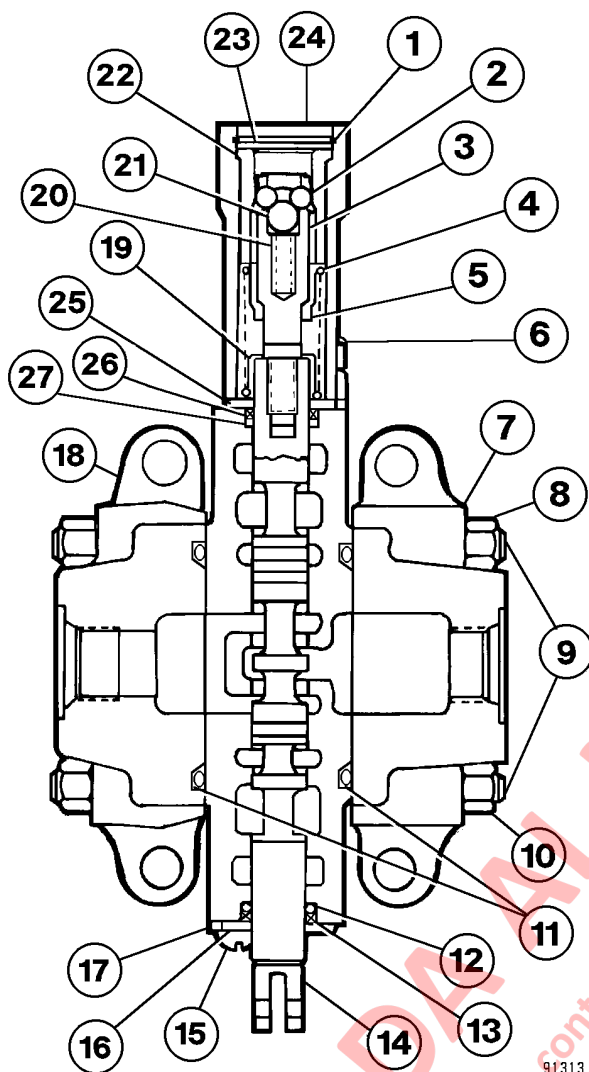
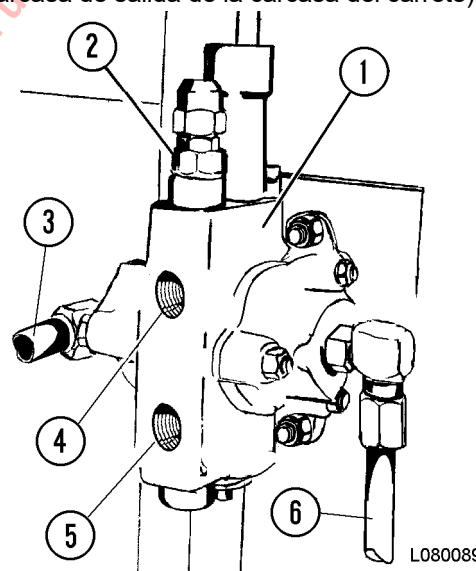

FIGURA 8-13. VÁLVULA PILOTO DE ELEVACIÓN
FIGURA 8-14. VÁLVULA DE ALIVIO
2. Retire el tornillo pulido (15, Figura 8-13), la placa del sello (16), el raspador (13) y el O-ring (12).
3. Retire el anillo de retención (1), los tornillos (6), la tapa (24), el espaciador (23) y la camisa de tope (22). Las bolas de tope (2) y (21) caerán libremente cuando se saque la tapa y la camisa de tope. Separe la tapa (24), el espaciador (23) y la camisa de tope (22), ya que se necesitarán para reensamblar.
4. Deslice cuidadosamente el carrete (14) de su carcasa (17). Desmonte el retenedor del sello (25), el raspador (26) y el O-ring (27) del carrete.
5. Inserte un vástago en los agujeros cruzados del pasador de tope (3) y desatornillelo del carrete (14). Presione levemente el pasador de tope a medida que se desengancha y se libera la tensión del resorte.
6. Retire los asientos del resorte (19), el resorte (4) y el espaciador (5).
7. Retire la válvula de alivio (2, Figura 8-14) de la carcasa del carrete (1).
9. Retire las tuercas (8) y (10, Figura 8-13) y saque los pernos de acople principales (9). Separe las carcassas de la válvula. Retire el O-ring (11). Saque la válvula unidireccional y el resorte la carcasa del carrete (ubicados en el costado de la carcasa de salida de la carcasa del carrete).
4. Inspeccione el carrete (14, Figura 8-13). El carrete no debe tener marcas longitudinales, mellas o ranuras.
5. Pruebe el carrete (14) para ver si calza en la caja del carrete. Debe calzar libremente y girar una vuelta completa sin atascarse.
6. Instale los nuevos O-rings (27, Figura 8-13) y el barredor (26). Instale un retenedor de sello (25).
7. Instale el espaciador (5), el asiento del resorte (19) y el resorte (4). Atornille el pasador de tope (3) en el carrete (14). Se requerirá una leve presión para comprimir el resorte de tope. Apriete el pasador de tope a **10 N·m (89 in. lb)**. Instale el resorte (20). Luego, instale cuidadosamente el carrete dentro de la carcasa del carrete.
8. Aplique grasa en los agujeros cruzados del pasador de tope (3) para sostener las bolas (21) y (2).
9. Deslice la camisa de tope (22) dentro de la tapa (24) y colóquela sobre un punzón. Usando el punzón, presione la bola (21) e inserte las bolas (2) en los orificios cruzados del pasador de tope.
10. Mientras sostiene la bola (21), deslice la camisa de tope (22) y la tapa (24) como un conjunto sobre el pasador de tope (3). Continúe insertando la camisa de tope (22) hasta que haga contacto con el asiento del resorte (19).
11. Fije la tapa (24) en su lugar con los tornillos (6). Apriete los tornillos (6) a **7 N·m (62 in. lb)**. Instale el espaciador (23) y el anillo de retención (1).
12. Instale un nuevo O-ring (12) y el barredor (13). Instale la placa de sello (16) y los pernos pulidos (15).
13. Utilizando O-rings nuevos, instale la válvula de alivio (2, Figura 8-14) en la carcasa del carrete.